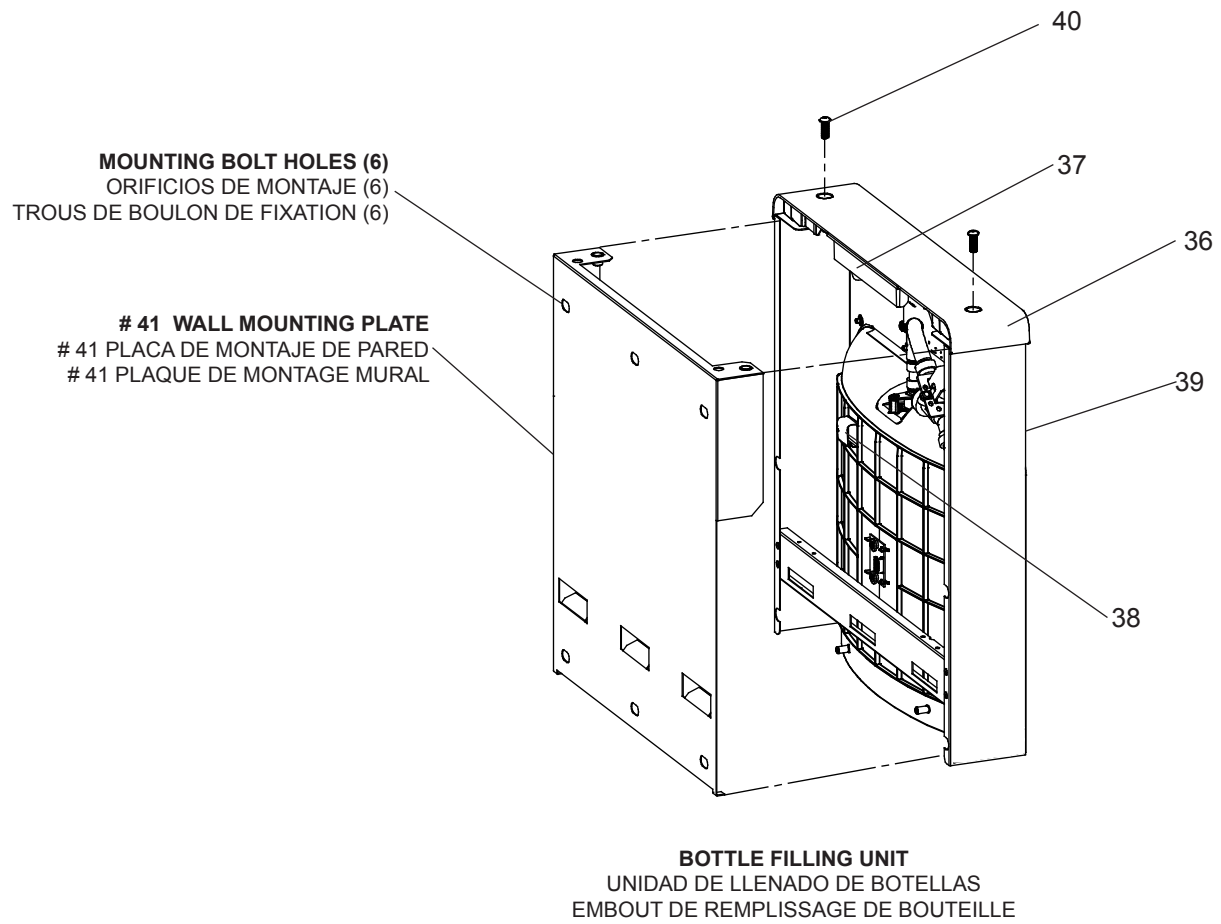
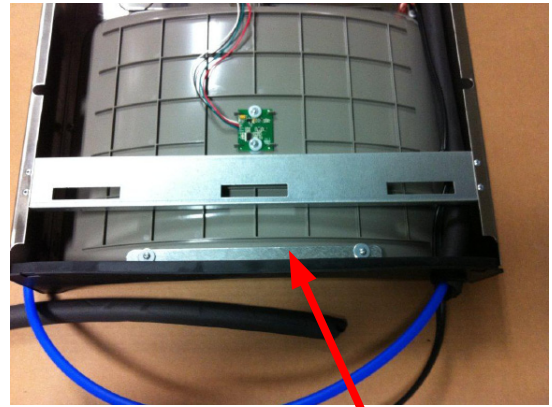

Fig. 4
Fig. 6
- 1) Remove two (2) mounting screws with 5/32" Allen wrench holding top cover to Bottle Filler (See Fig.4, Pg. 9). Remove top cover. Note do not discard mounting screws, they will be needed to reinstall top cover.
- 4) Install wall mounting plate to wall using six (6) 7/16" obround mounting holes (mounting bolts not included) (See Fig.4, Pg. 9). Use appropriate fasteners for your wall type.
- 7) Feed power cord & 3/8" water line through hole in tower/basin gasket (See Fig 6, Pg. 7).
- 10) With the power cord, wire(s), and waterline through hole on top of water cooler place Bottle Filler on the three (3) angled tabs protruding from the wall mounting plate, installed on wall. Make sure round boss in gasket fits in hole of basin. (See Fig. 6, Pg. 7).
- 11) Once Bottle Filler is installed on wall plate tabs, water line, wire(s) and power cord are installed properly, push top of Bottle Filler toward wall and line up top cover two (2) holes.
- 12) Reinstall Top Cover on Bottle Filler (See Fig. 4, Pg. 9) with two mounting screws from step 1 above. Caution, do not over tighten screws.
- 10) Con el cable de alimentación, cable (s), y la línea de flotación a través del agujero en la parte superior de la botella de agua más fría lugar de relleno en los tres (3) pestañas inclinadas que sobresalen de la placa de montaje en la pared, instalada en la pared. Asegúrese de que el jefe ronda en junta encaja en el agujero de la cuenca. (Ver Fig. 6, pág 7).
- 11) Una vez Botella de relleno está instalado en orejas de la placa de la pared, la línea de agua, cable (s) y el cable de alimentación se ha instalado correctamente, empuje la parte superior de la botella de relleno hacia muro y la línea de cubierta superior y dos (2) agujeros.
- 12) Vuelva a instalar la cubierta superior de la botella de relleno (Ver Fig. 4, pág 9) con dos tornillos de montaje desde el paso 1 anterior. Precaución, no apretar demasiado los tornillos.
- 1) Retirez les deux vis (2) de montage avec 5/32 "clé Allen tenant capot supérieur pour bouteille de remplissage (voir figure 4, Pg 9). Retirez le couvercle supérieur. Remarque Ne jetez pas les vis de montage, ils seront nécessaires pour réinstaller le capot supérieur
- 4) Installer la plaque de montage de mur à mur à l'aide de six (6) 7/16 "oblong trous de fixation (vis de fixation non inclus) (Voir la figure 4, pg. 9). Utiliser des attaches appropriées à votre type de mur.
- 7) Nourrir le cordon d'alimentation et 3/8 "ligne d'eau à travers le trou dans la tour / bassin joint (voir figure 6, pg. 7).
- 10) Avec le cordon d'alimentation, le câble (s), et la ligne de flottaison à travers le trou sur le dessus de l'eau plus froide lieu bouteille de remplissage sur les trois (3) pattes coudées dépassant de la plaque de montage mural, installé sur le mur. Assurez-vous que patron de ronde en joint inscrit dans le trou de bassin. (Voir fig. 6, pg. 7).
- 11) Une fois Bouteille de remplissage est installé sur les onglets de la plaque murale, ligne d'eau, fil (s) et le cordon d'alimentation sont installés correctement, appuyez dessus de bouteille de remplissage vers mur et aligner rembourrage deux (2) trous.
- 12) Réinstaller le couvercle sur bouteille de remplissage (fig. 4, pg. 9) avec deux vis de fixation de l'étape 1 ci-dessus. Attention, ne pas trop serrer les vis